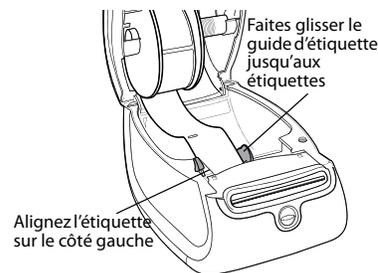

Figure 4
- Les étiquettes sont chargées de sorte que le bord gauche de ces dernières et celui de la fente d'alimentation sont alignés. Voir Figure 4.
- 7 Alignez le côté gauche de l'étiquette sur celui de la fente d'alimentation, puis insérez l'étiquette dans la fente. Voir Figure 4.
8 (450, 450 Turbo et Twin Turbo seulement) Faites glisser le guide vers la gauche jusqu'à ce que celui-ci et le bord droit de l'étiquette soient alignés. Voir Figure 4.